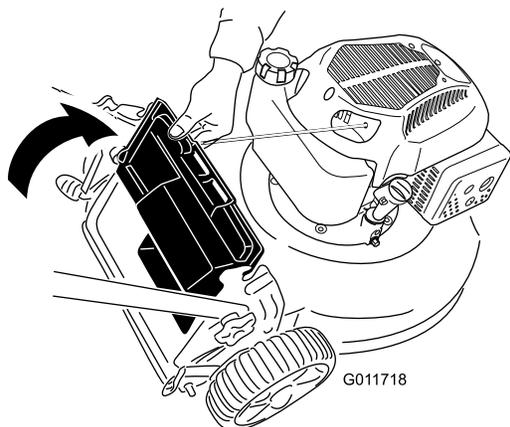

Figura 16
2. Levante o deflector traseiro e segure-o (Figura 16).